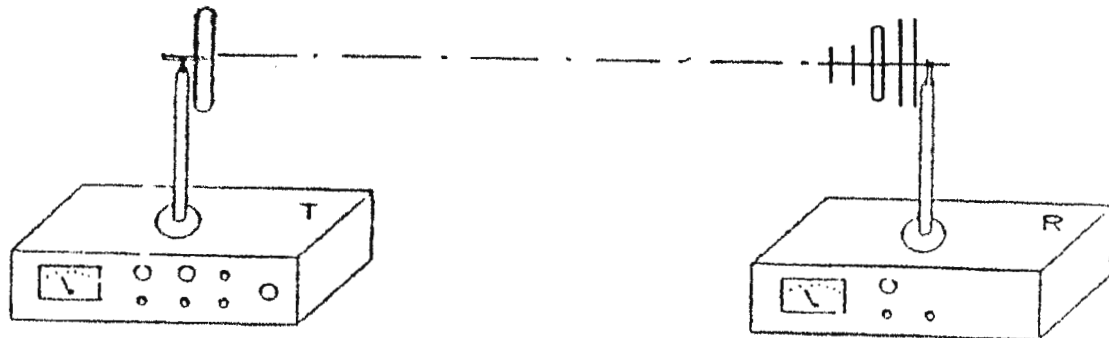

FIGURA 3.
1. Colocar en el transmisor una antena Yagi, y otra antena Yagi en el receptor, con la diferencia que será colocada en forma vertical, como se muestra en la figura 3.